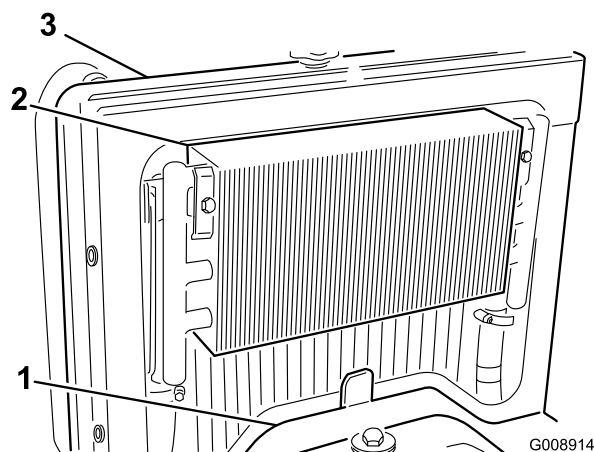

Figura 52
2. Retire el panel de acceso (Figura 52).